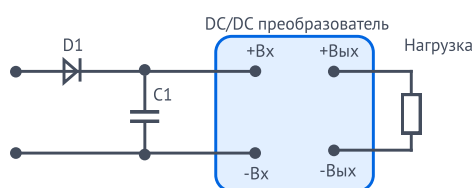

Рис. 7 - Простое решение удержания напряжения
При отсутствии модуля удержания, одним из простых решений является использование буферной ёмкости C_1 (рис. 7). При пропадании питания на шине питания DC/DC преобразователь будет работать некоторое время T , используя заряд конденсатора C_1 , емкость которого рассчитана по формуле (1).